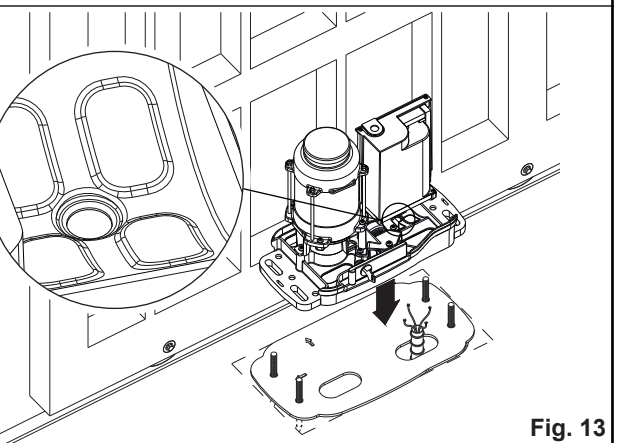
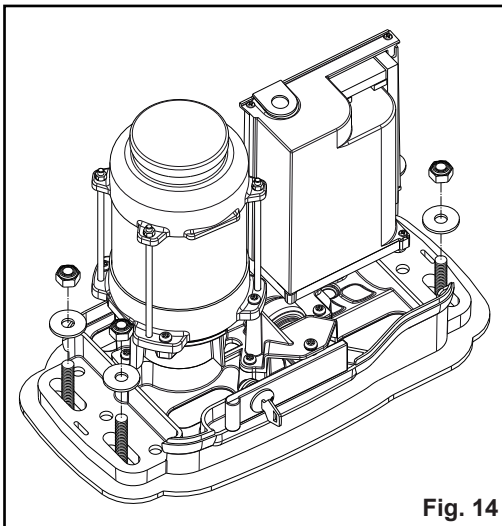

Fig. 13
Fig. 14
Die 4 selbstsperrenden Muttern vom Gewinde der Spreizbeine entfernen; den Getriebemotor gemäß Abb. 13 positionieren, dann mit den Unterlegscheiben und den bereits erwähnten Muttern blockieren (Abb. 14). Alle Kabel durch die Bohrungen in der Basis der Fundamentgegenplatte führen.
**BITTE BEMERKEN:** Durch ein Loch am Alu-Boden, neben dem Transformator, fließt das Wasser ab (Abbildung 13).